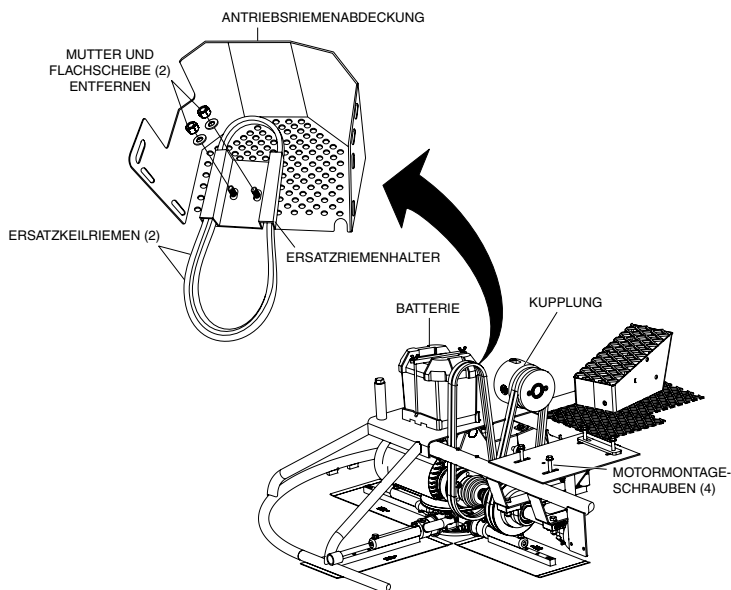

Abbildung 23. Entfernen des Ersatzriemens
3. Entfernen Sie Mutter und Unterlegscheibe (Abbildung 23), mit denen der Ersatzriemenhalter am Riemenchutz befestigt ist.